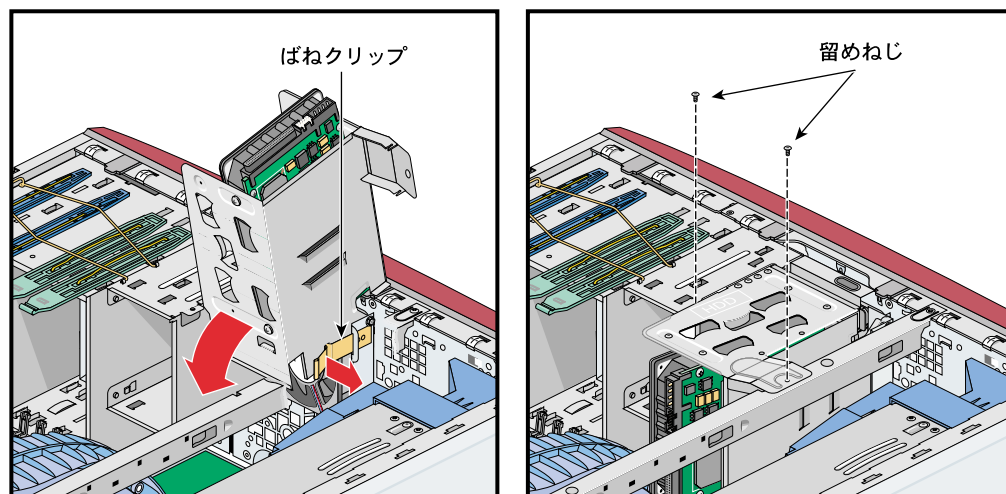

図 4-15 下段ドライブ・ケージを閉じる
1. ドライブ・ケージのラッチを解除し、ドライブ・ケージを回転させて筐体に入れます。続いて、ドライブ・ケージをシャーシに固定する 2 本のプラスねじを取付けます。図 4-15 を参照してください。